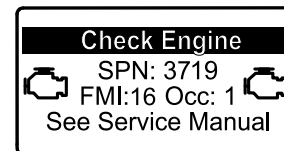

Figure 43
- Si une régénération en stationnement est nécessaire, l'InfoCenter affiche l'avertissement SPN 3719, FMI 16 (Figure 43) et l'ordinateur du moteur réduit la puissance du moteur à 85 %.